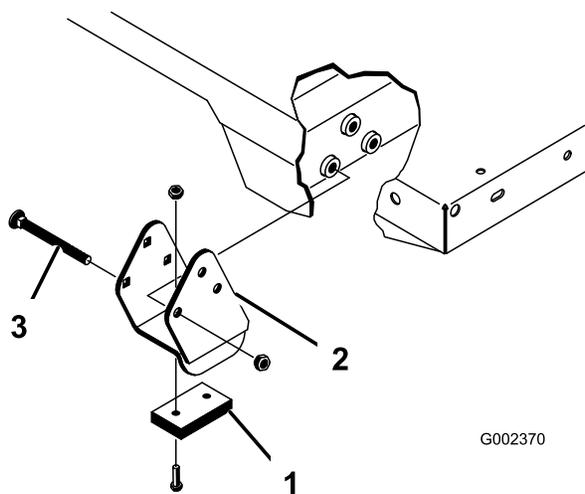

Figure 35
**Remarque:** Les entretoises et les cales d'usure (Figure 35) doivent être installées avec les têtes des boulons à l'intérieur de la machine.
2. Placez le plateau sur le cadre de la machine avec précaution et en alignant les trous des plaques de pivot arrière sur ceux du profilé arrière du cadre. Installez ensuite 2 axes et goupilles à anneau (Figure 35).
4. Insérez l'axe par l'extérieur du plateau, la goupille à anneau étant à l'extérieur (Figure 35).